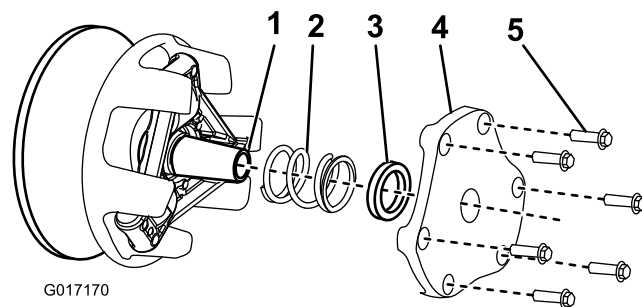

図 34
3. クラッチカバーを固定しているフランジヘッドボルト 6本を外す。カバー、スペーサ、スプリングは脇において置く (図 34)。